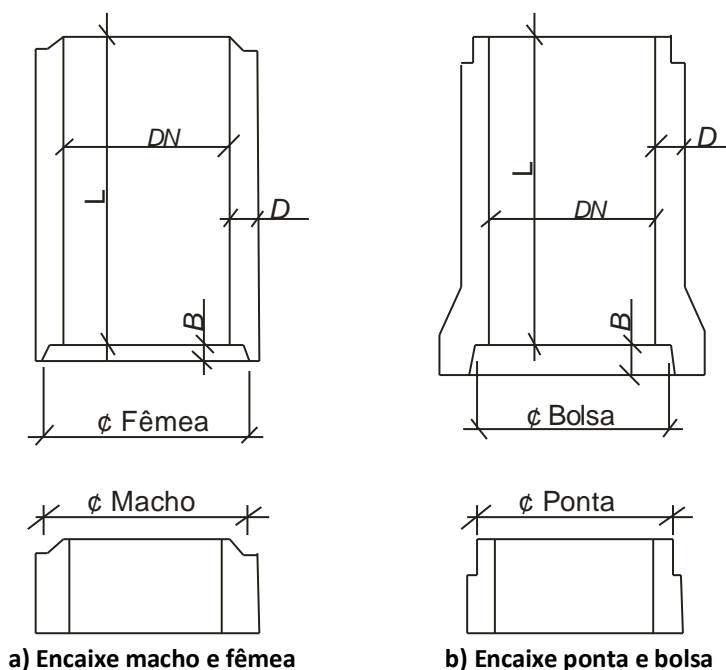

Figura A.1 – Semi-corte longitudinal típico de tubos com encaixe ponta e bolsa e macho e fêmea
A.1.1 Os encaixes dos tubos previstos nesta Norma devem seguir os modelos apresentados na Figura A.1.